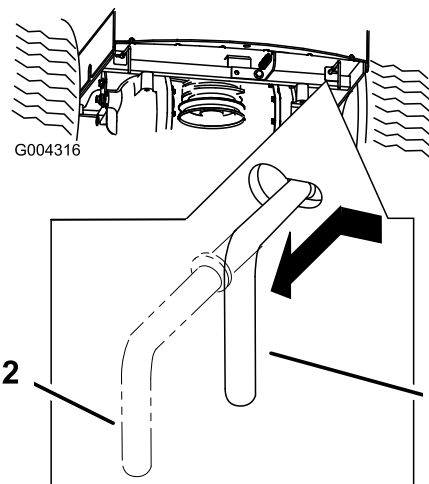

Bild 22
3. Schieben Sie die beiden Sicherheitshebel nach innen, und drücken Sie beide so weit hinein, bis die Scheibe auf der Stange den Schlitz passiert (Bild 22).
4. Drücken Sie die Hebel nach außen, um sie zu arretieren (Bild 22).
hinten (Bild 22). Drücken Sie die Hebel nach außen, um sie zu arretieren.